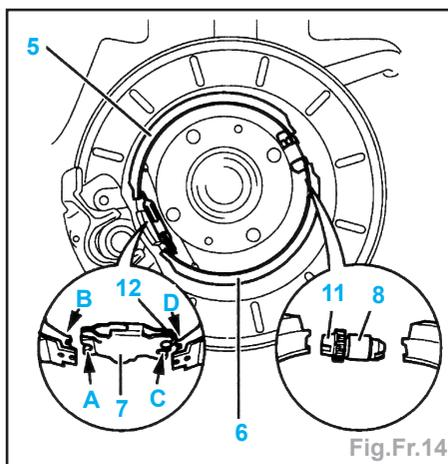

Fig.Fr.14
- Montage du mécanisme de réglage (8) (Fig.Fr.14) : positionner la vis de réglage (11) du mécanisme sur le segment supérieur (5).